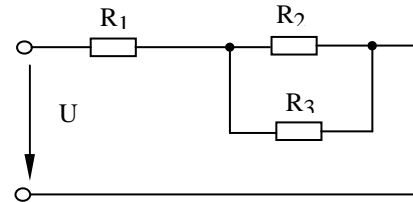

Рис.1.3.2.
1.3.2. Определить токи во всех ветвях электрической цепи (рисунок 1.3.2), если $U=120$ В, $R_1=18$ Ом, $R_2=30$ Ом, $R_3=20$ Ом.